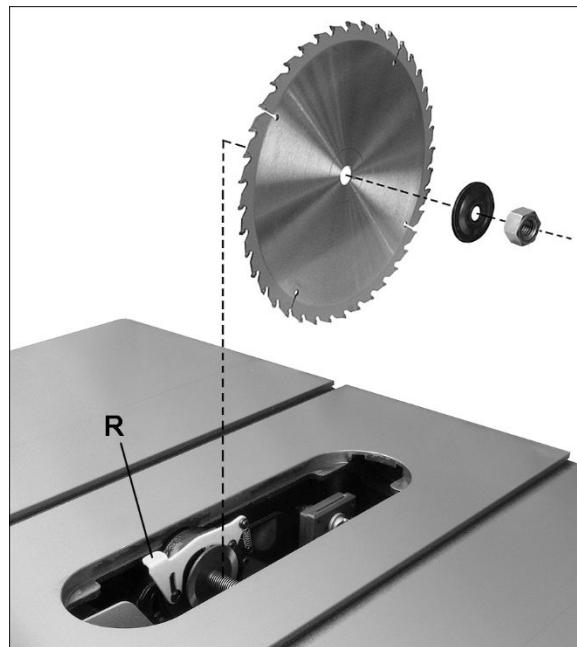

Figura 6-9: instalación de la hoja
Vea la Figura 6-9.
6. Ejerza presión hacia abajo y sujeté la palanca (R, Figura 6-9), y gire la hoja hasta que se conecte la traba del árbol. Apriete la tuerca hacia la derecha con la llave para árbol proporcionada. No apriete la tuerca excesivamente.
3. Tire de la palanca de fijación (S₁, Figura 6-9) hacia arriba. La placa de sujeción (S₂) está cargada por resorte y se alejará de la base fija, dejando un hueco.